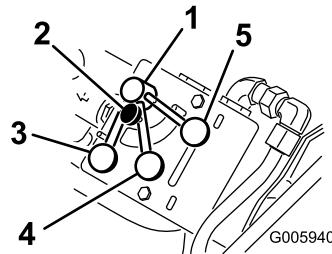

Рисунок 10
Гидравлическое оборудование тягового блока (т. е. тяговый привод, рычаги погрузчика и наклон навесного оборудования) работает от гидравлической системы, отдельной от вспомогательной гидравлической системы навесного оборудования, имеющего привод; однако обе эти системы питаются от одного гидравлического насоса. Используя ручку управления делителем потока (Рисунок 10), вы можете изменять скорость гидравлического оборудования тягового блока, направляя поток гидравлической жидкости во вспомогательную гидравлическую систему. Делитель потока позволяет делить и регулировать поток гидравлической жидкости с целью замедления тягового блока. Таким образом, чем больше гидравлической жидкости будет направлено во вспомогательную гидравлическую систему, тем медленнее будет перемещаться гидравлическое оборудование тягового блока.
**Примечание:** Ручку управления делителем потока можно зафиксировать в определенном положении путем поворота головки по часовой стрелке до упора в шкалу (Рисунок 10).